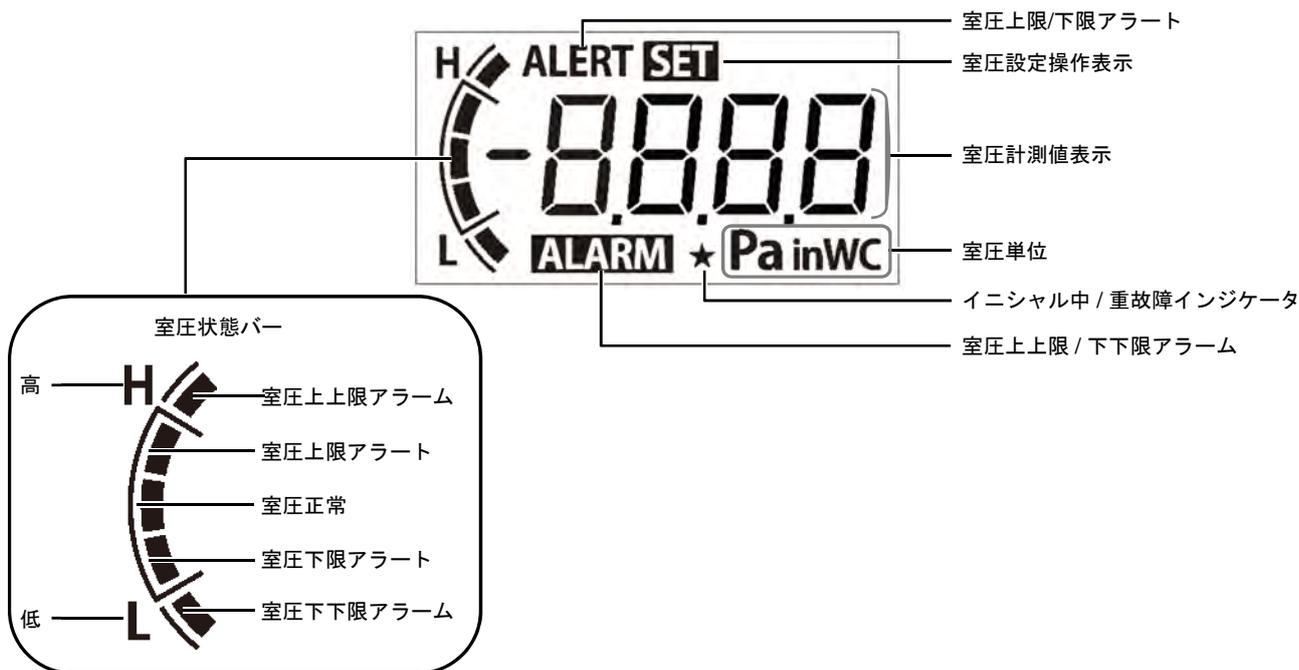

図4 LCD表示詳細
*1 LCD表示の詳細について『図4 LCD表示詳細』を参照してください。